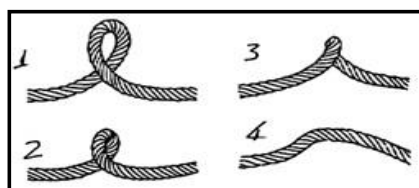

Figura 1
• **Manuseio do cabo de aço:** o cabo de aço deve ser enrolado e desenrolado corretamente (Figura 2), a fim de não ser estragado facilmente por deformações permanentes e formação de nós fechados (Figura 1). Se o cabo for manuseado de forma errada (Figura 3), ou seja, enrolado ou desenrolado sem girar o rolo ou o carretel, o cabo ficará torcido e formará laço. Com o laço fechado (Figura 1, posição 2), o cabo já estará estragado e precisará ser substituído ou cortado no local.